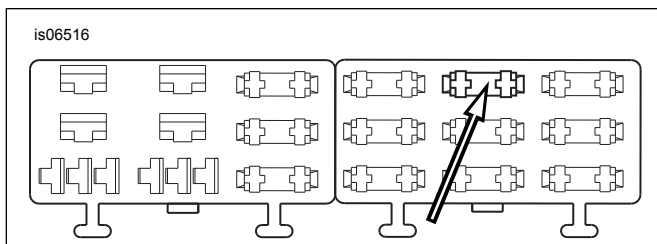

Figura 9. Cavità del pannello fusibili "P&A IGN" (modelli Softail dal 2004 al 2010)
4. Vedere Figura 9. Individuare la cavità del fusibile (1) indicata con "P&A IGN" sul coperchio del pannello fusibili di destra. Inserire il terminale nel filo arancione/bianco dell'adattatore finché non si arresti. Esaminare l'attiguo terminale installato in fabbrica e controllare orientamento e profondità di inserimento.